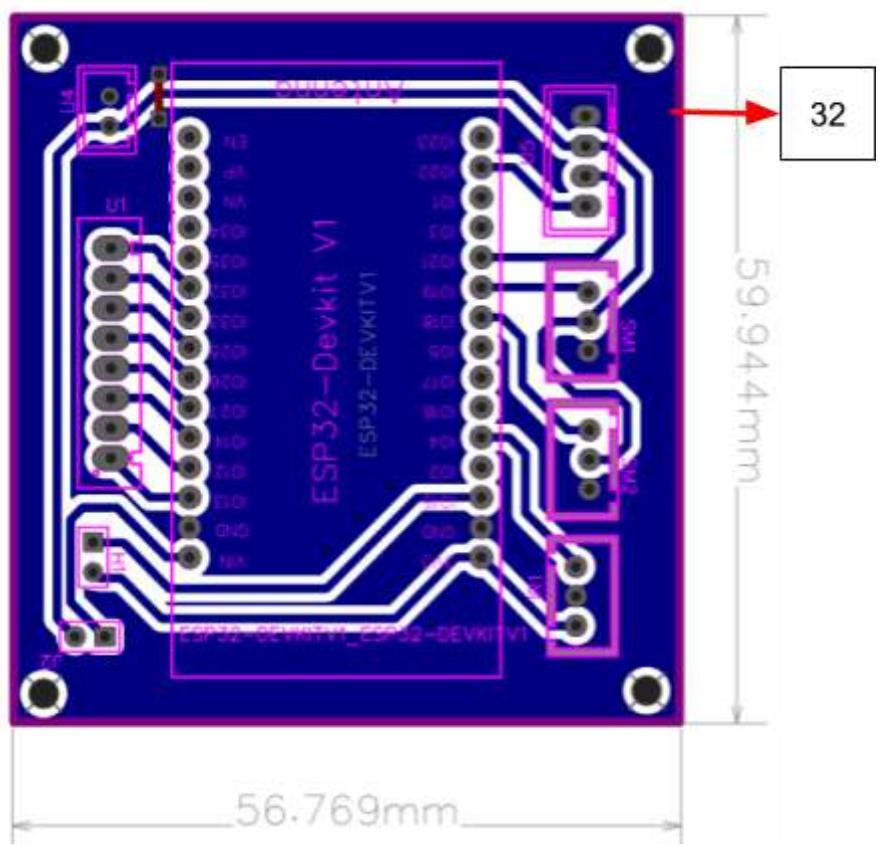

Figura 19: PCB do circuito de controle
**2º Passo:** Dado o esquema da **figura 18**, realize as conexões informadas a fim de ser possível de dar acesso ao controlador a todos os sensores e motores. Na **figura 19** há um exemplo de PCB (32) para conectar a placa DOIT ESP32 (21), conectores JST (15, 28, 29 e 30) macho para dar acesso a motores, sensores e alimentação e dupont para o sensor de fim de curso (27). Na PCB (32), em azul, é exibido a camada inferior. Os motores (17), teclado (18), display (19) e sensores (20 e 22), serão instalados externamente e conectados à placa via conectores JST. Na **figura 20** há a PCB com os componentes soldados.